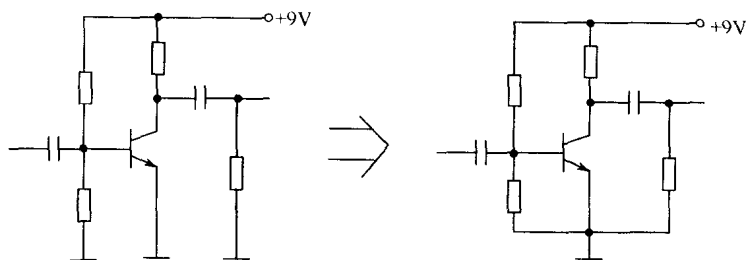

图 1-1-16 接地符号画法图
(3)较复杂的电路图中往往不将所有地线连接在一起,而代之以一个个孤立的接地符号,应理解为所有地线符号是连接在一起的,如图 1-1-16 所示。有些电路图中的电源线也采用这种分散表示的画法,应理解为所有标示相同(例如都是 +9V)的电源线都是连接在一起的。